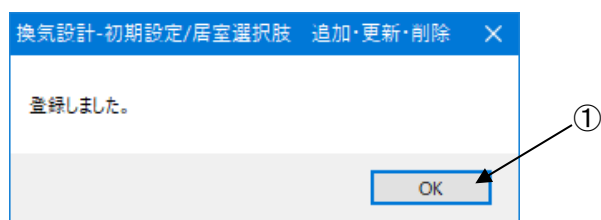

図 7
- (7) 「登録しました」と表示されます。
- [OK] ボタン(図 7-①) をクリックしてください。